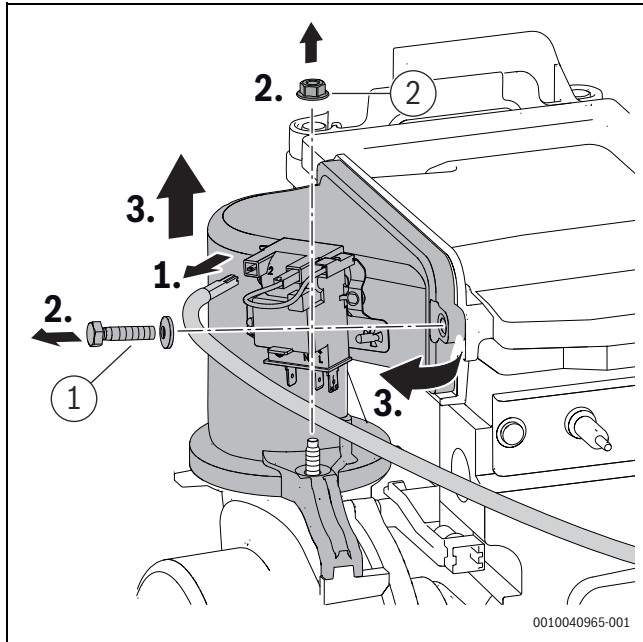

Bild 18 Mischeinrichtung ausbauen
- Schraube und Mutter ([1] und [2], Bild 18) an der Mischeinrichtung mit 5,5+0,5 Nm festziehen.